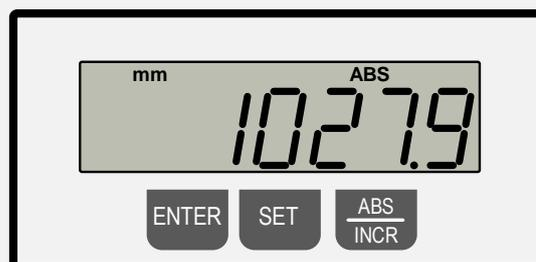

Figure 62 : affichage différent de la mesure de référence
- Relâcher les boutons et déplacer la butée à la main jusqu'à ce que le volet de la butée atteigne exactement la mesure graduée **1000,0 mm sur le ruban de mesure**. Dans cet exemple, l'affichage numérique est différent et indique 1027,9 mm (⇒ Figure 62).